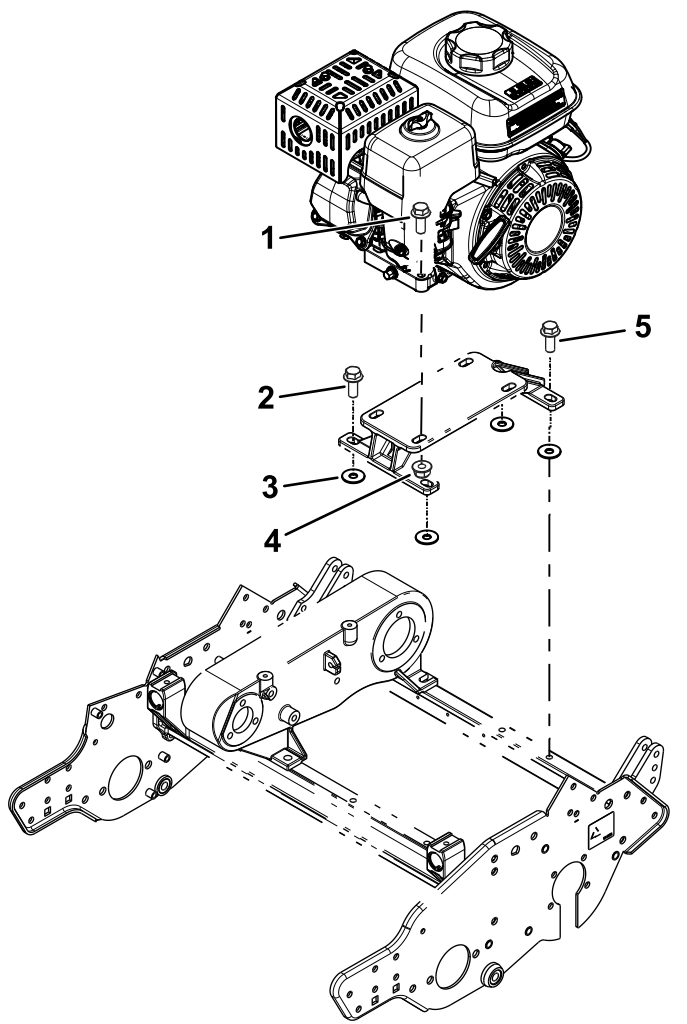

図 4
3. 機体にエンジン取り付けブラケットを取り付ける先ほど取り外したボルトとワッシャ $\frac{3}{8} \times 1\text{-}\frac{1}{8}$ " 4枚を使用して 図 4 のように取り付ける。
左後ろエンジンボルト 図 4 を仮付けする。
4. 外したボルトとナットを再利用してエンジンをエンジン取り付けブラケットに取り付ける 図 4。
8. エンジンベースから左後ろボルトを外し図 4、このボルトを使って R クランプとスロットルケーブルをエンジンベースに固定する。
10. エンジン取り付けボルトおよびエンジン取り付けブラケットのボルト全部を締め付ける図 4。